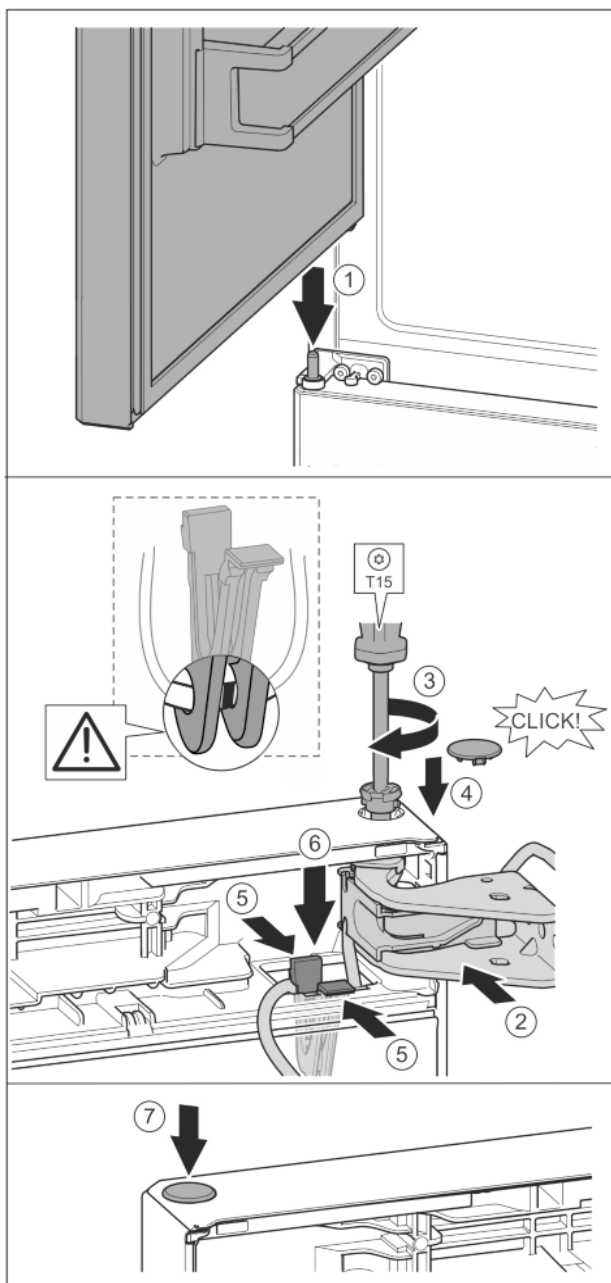

Fig. 39
- ▶ Установка верхней двери на средний опорный палец Fig. 39 (1)
- ▶ Дверь вверху выровнять по отверстию в опорном кронштейне. Fig. 39 (2)
- ▶ Вставить палец и затянуть отверткой T15. Fig. 39 (3)
- ▶ Установить предохранительную крышку для защиты двери: вставить предохранительную крышку и проверить, прилегает ли она к двери. В ином случае вставить палец полностью. Fig. 39 (4)
- ▶ Вставить держатель кабеля с закрепленным на нем кабелем в отверстие. Fig. 39 (5)
- ▶ Прижать держатель вниз так, чтобы соединительная накладка защелкнулась. Fig. 39 (6)
- ▶ Вставить заглушку. Fig. 39 (7)